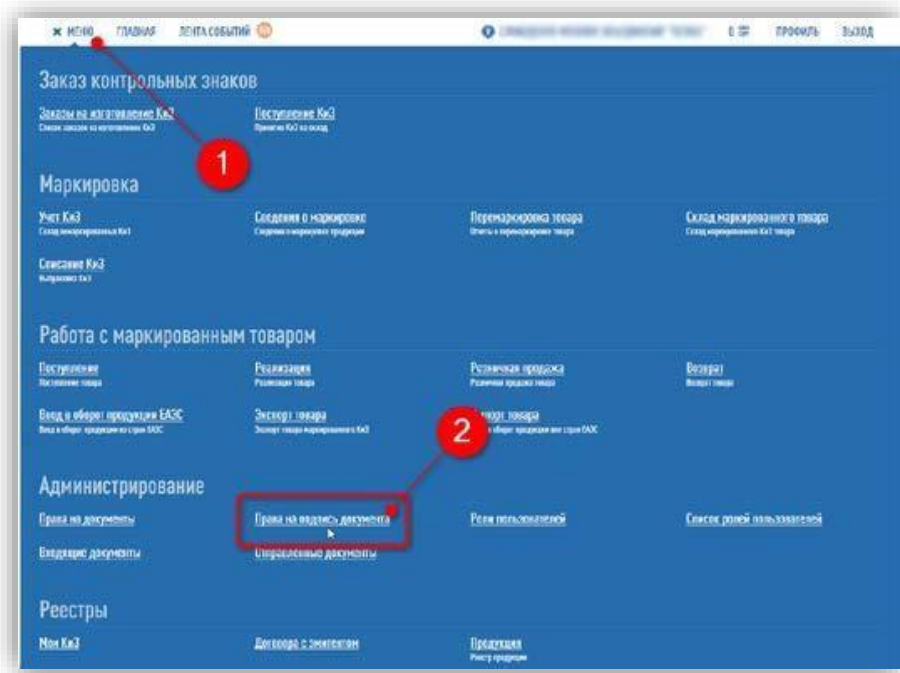

Рисунок 30 – Администрирование – Права на подпись документов
- Перейдите в раздел «Меню – Администрирование – Права на подпись документа» (рис. 30).